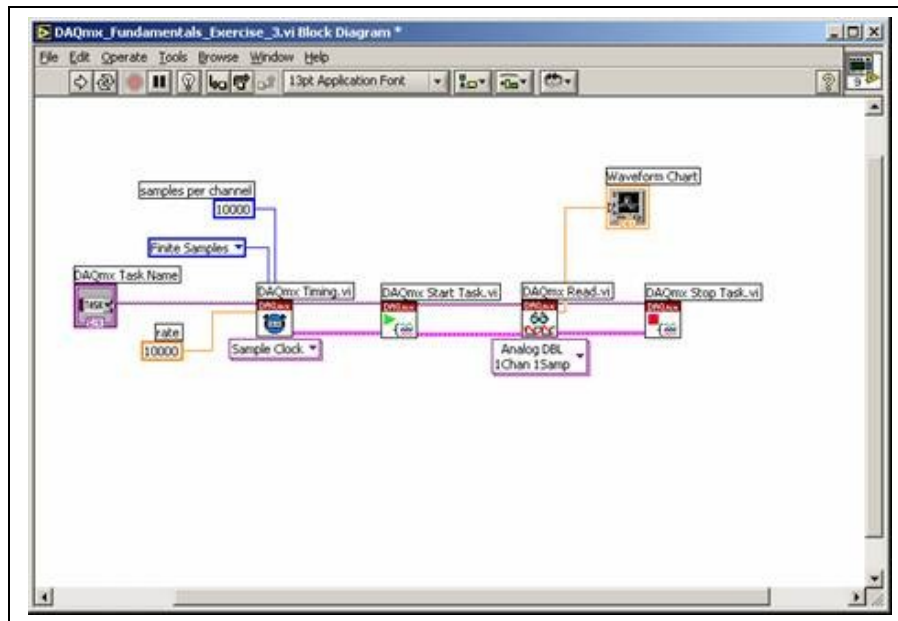

Figure 6. Face arrière pour l'exercice 3
2. Créer la face arrière suivante (Figure 6).